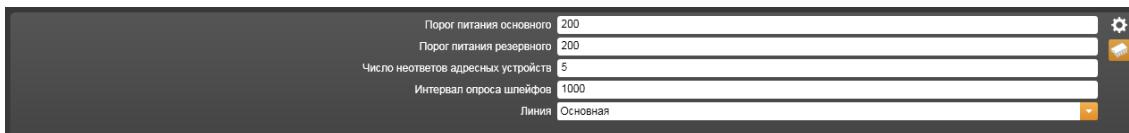

Рисунок 14.14.18 – Свойства устройства КАУ
4) **Контроллер адресных устройств** (Рисунок 14.14.18).